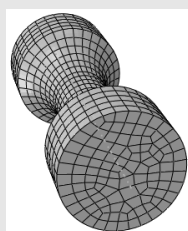

图 2-84 Advancing front 算法划分的六面体网格
**提示:** 可以在 Mesh Controls 对话框的 Algorithm (算法) 选项组中选中 Advancing front (进阶算法) 单选按钮和 Use mapped meshing where appropriate (运用映射网格) 复选框,最终生成如图 2-84 所示的体单元。在网格划分完成之前,往往无法预测哪种算法更为合适。